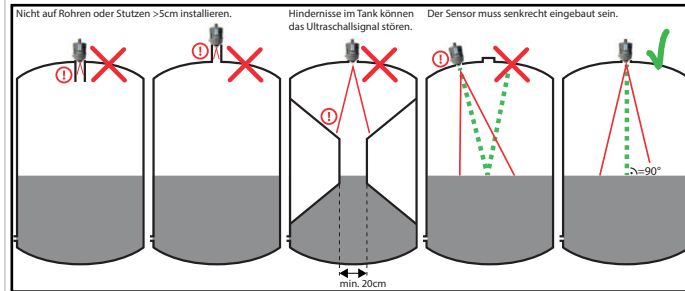

Abb. 1 - Korrekte Orientierung des Sensors
Versichern Sie sich, dass der Sensor so montiert wird, dass das Ultraschallsignal im rechten Winkel (90°) auf die Oberfläche des zu messenden Mediums trifft (siehe Abb. 1)
- Vermeiden Sie die Montage des EcoCloud auf Tankstutzen mit über 5cm Höhe (Abb.1)
- Bitte beachten Sie, dass der Sensor einen Messkegel von ca. 20cm hat und dieser Bereich (von der Sensormembrane bis auf den Tankboden) frei von Hindernissen sein muss, damit der EcoCloud den Inhalt im Tank richtig bestimmen kann (Abb. 1)